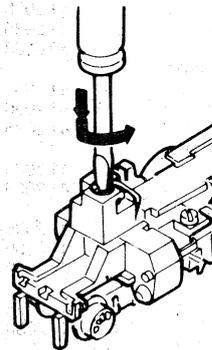

Abb. 2
Lok-Gehäuse abnehmen. Kontaktstück F (Abb. 3) mit kleinem Schraubenzieher leicht nach unten drücken und dann nach links drehen (gemäß Abb. 2) Kontaktstück F und Lämpchen (4) können dann nach oben herausgenommen werden.